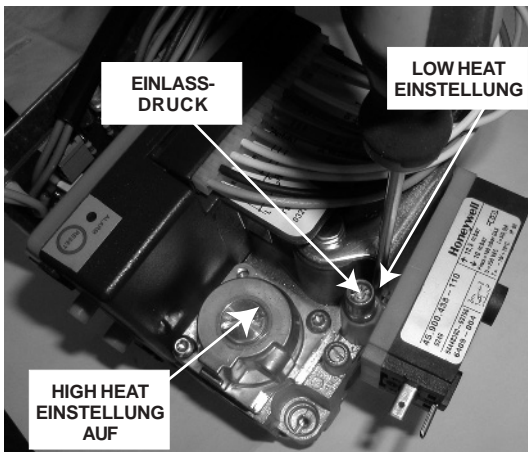

Abb. 18
- Überprüfen und justieren Sie ggf. den **Ventileinlassdruck** auf 20,0 mbar (G20) oder 25,0 mbar (G25) für Groningen-Gas bzw. 37,0 mbar (G31) für Propangas, nachdem der Gasbrenner gezündet worden ist (Abbildung 18).